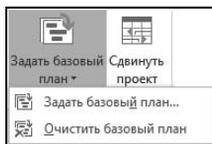

Рис. 5.29. Выбор команды создания базового плана
2. Выбрать вкладку ленты меню **Проект**. На ней в области **Планирование** следует щелкнуть по кнопке **Задать базовый план** и в открывшемся меню выбрать команду с таким же именем (рис. 5.29).